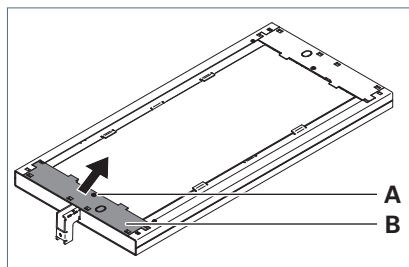

Fig. 1 : Retirer le recouvrement.
- Dévisser les vis **A** du recouvrement **B**, voir Fig. 1.